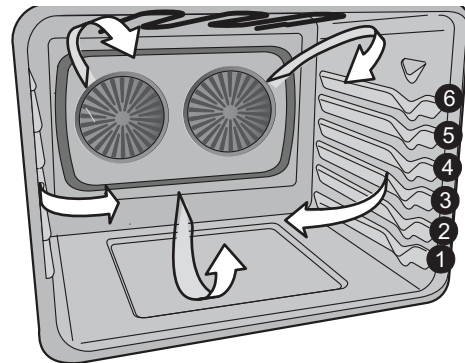

Figure 8 : Utilisez la position de grille 3 pour la cuisson en mode No Preheat (Aucun préchauffage)
- Mettez toujours les aliments au centre du four, à la position de grille 3 (Figure 8). La fonction No Preheat (Aucun préchauffage) est conçue pour cuire des aliments sur une seule grille.